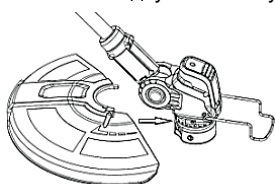

Рисунок 2
3.3 Встановлення захисного кожуха (дивіться рисунок 2)